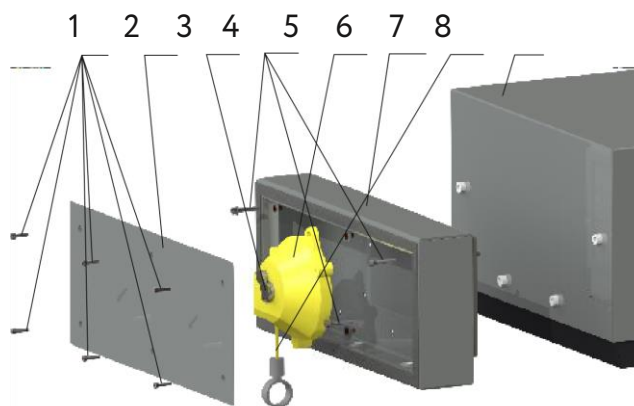

Рисунок 7.6 Крепления натяжителей кабеля
1. Открутить 6 шурупов 1 (Рисунок 7.6).
2. Снять крышку 2. (Рисунок 7.6).
3. Открутить болты натяжителя 5 (Рисунок 7.6).
4. Открутить винты на натяжителях 5 (Рисунок 7.6) и снять заднюю крышку.
7. Для сборки. Перед этим разобрать натяжитель 5 (Рисунок 7.6) и вынуть кабель из натяжителя.
8. Протянуть кабель через входное отверстие в корпусе 6 (Рисунок 7.6) и в корпус держателя.
11. Прикрепить натяжитель к корпусу 6 (Рисунок 7.6).
12. Установить необходимое усилие натяжения, поворачивая винт 3 (Рисунок 7.6) по мере необходимости (крепление троса).
13. Прикрепить крышку 2 (Рисунок 7.6).
14. Закрутить шурупы 1 (Рисунок 7.6).